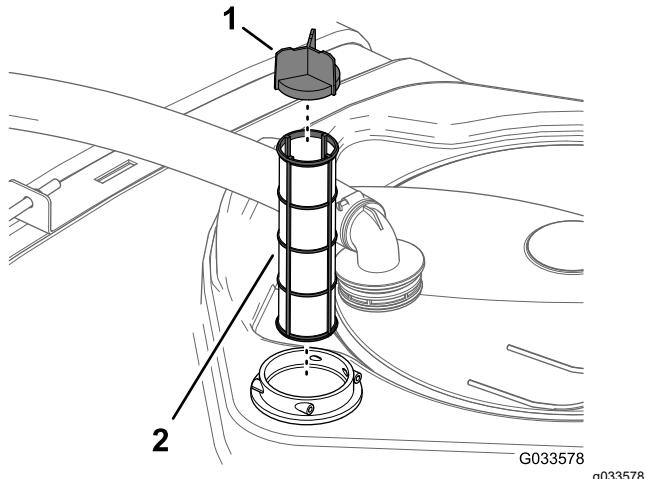

Figura 101
4. Retire o filtro de sucção antigo da estrutura do filtro no depósito (Figura 101).